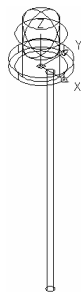

图 6-1-8 绘制圆柱体
(8) 绘制圆柱体。在命令行中输入 CYLINDER 命令并按回车键，根据命令行的提示进行操作，以 (1,0,0) 为圆柱体底面的中心点，绘制半径为 0.35，高为 -20 的圆柱体，结果如图 6-1-8 所示。
(9) 镜像处理。在命令行中输入 MIRROR 命令并按回车键，根据命令行的提示进行操